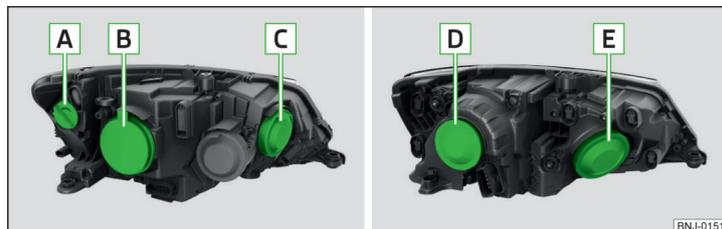

Fig. 205 Farol de halogéneo/farol projetor de halogéneo
Disposição das lâmpadas incandescentes » Fig. 205
- Retirar a tampa de proteção **B** » Fig. 205 na página 173.
- › Colocar a tampa de proteção [B] » Fig. 205 na página 173.
- › Retirar a tampa de proteção [C] » Fig. 205 na página 173.
- › Colocar a tampa de proteção [C] » Fig. 205 na página 173.
- › Retirar a tampa de proteção [B] » Fig. 205 na página 173.
- › Retirar a tampa de proteção **D** » Fig. 205 na página 173.
- › Colocar a tampa de proteção **D** » Fig. 205 na página 173.